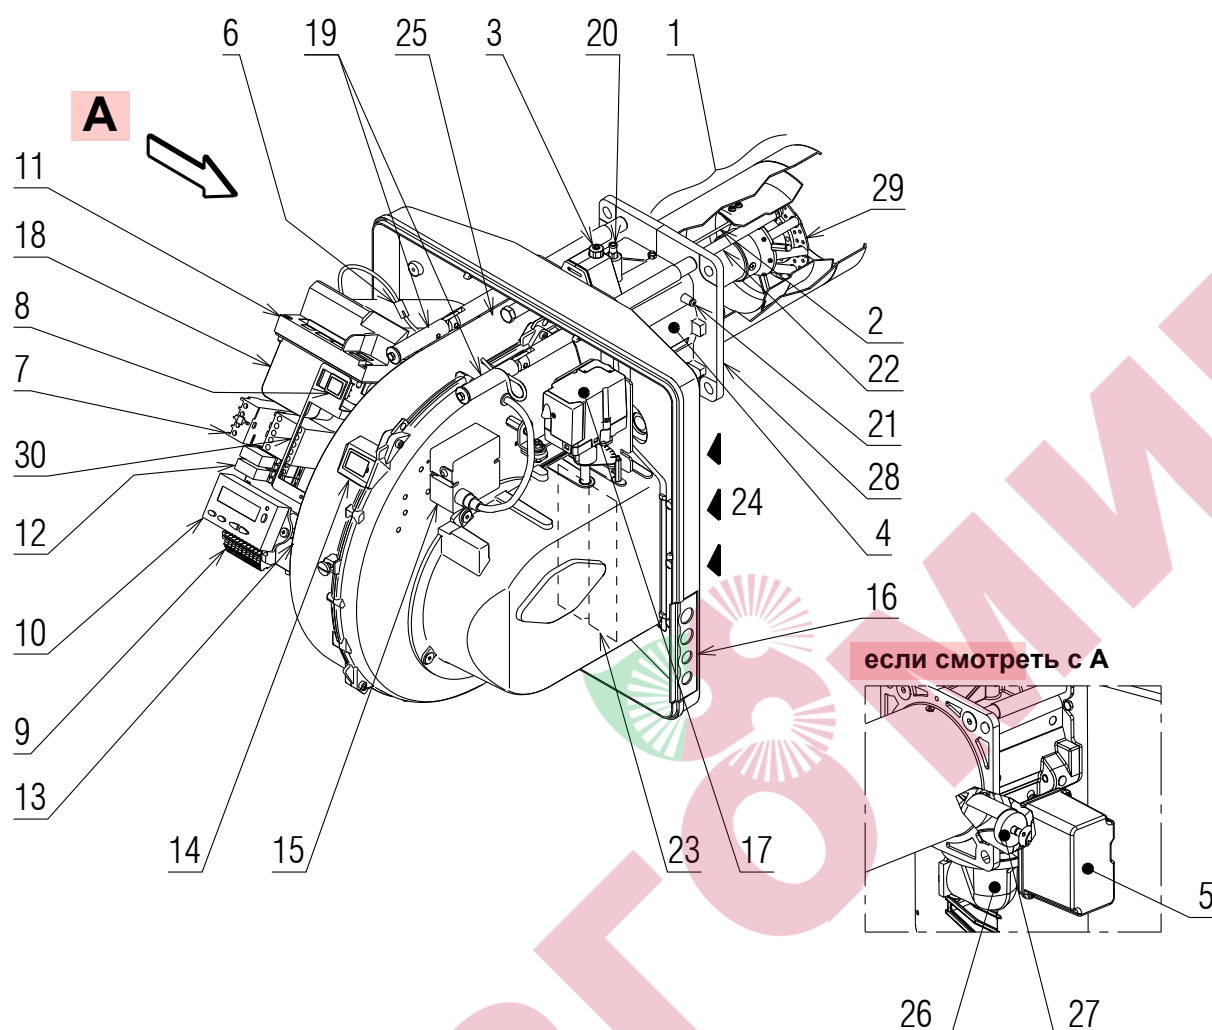

рис. 5
(1) Исходные условия: Температура окружающей среды 20°C - Температура газа 15°C - Атмосферное давление 1013 мбар - Высота над уровнем моря 0 м.
(2) Давление газа на соединительной трубе (точка испытания 20) (рис. 5) при нулевом давлении в камере сгорания и максимальной мощности горелки.
(3) Звуковое давление, измеренное в лаборатории по сжиганию топлива изготовителя, при работающей горелке на испытательном котле и максимальной мощности.